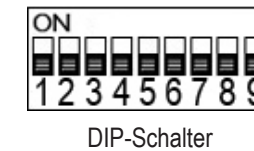

Bild 4
- Bild 4:** Bewegungssensor per DIP-Schalter einstellen. Einstellmöglichkeiten siehe Seite 5.